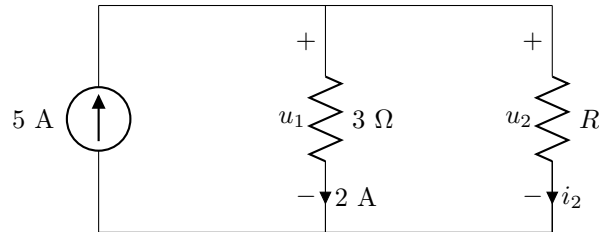

Figura 1.10: Circuito del problema 21.
21. En el circuito de la figura 1.10 halla  $u_1$ ,  $u_2$ ,  $i_2$  y  $R$ . Comprueba que se cumple  $\sum P = 0$ .